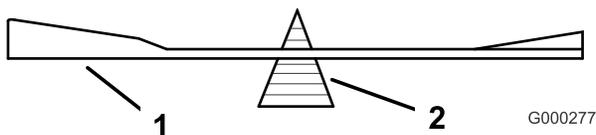
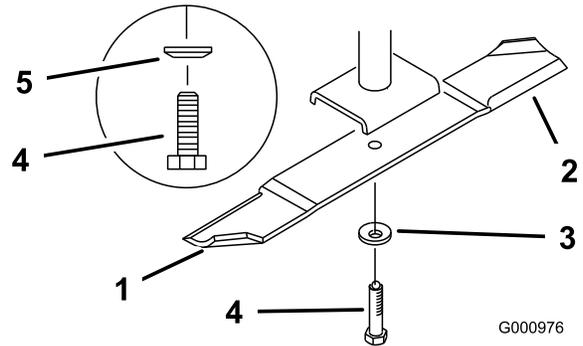

Figure 67
Figure 68
2. Retirez le boulon, la rondelle élastique et la lame de l'axe (Figure 68).
2. Vérifiez l'équilibre de la lame en la plaçant sur un équilibreur (Figure 67). Si la lame reste horizontale, elle est équilibrée et peut être utilisée. Si la lame est déséquilibrée, limez un peu l'extrémité de la partie incurvée seulement (Figure 68). Répétez la procédure jusqu'à ce que la lame soit équilibrée.
1. Placez la lame sur l'axe (Figure 68).
2. Installez la rondelle élastique et le boulon de la lame. Le cône de la rondelle élastique doit être dirigé vers la tête du boulon (Figure 68). Serrez le boulon à 115–140 Nm (85–110 pi-lb).